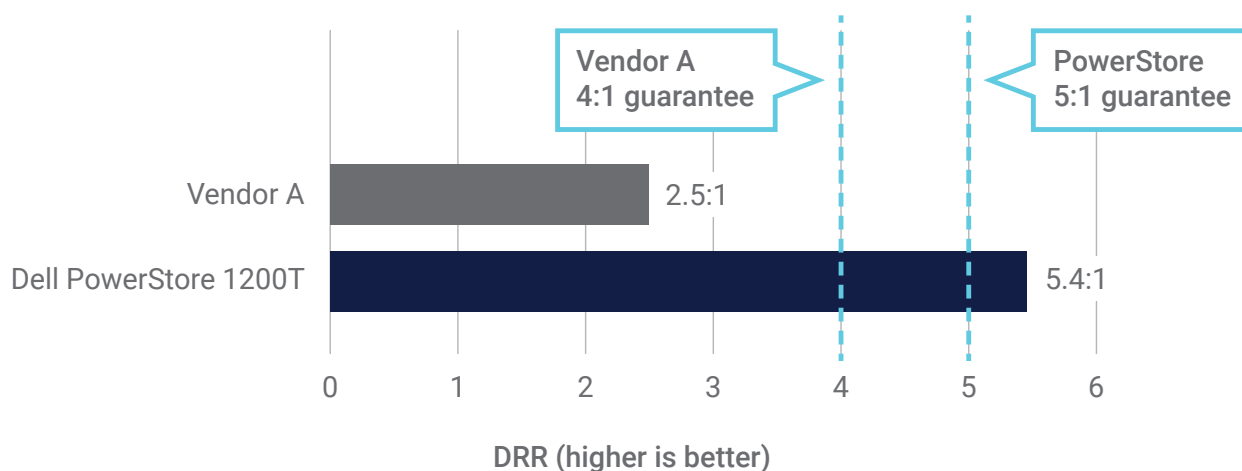

Bild 1 | Jämförelse av garanterade och uppmätta datareduktionsförhållanden
En lagringsplattformens användbara eller fysiska kapacitet representerar den mängd data som kan lagras direkt innan datareduktion tillämpas. Logisk kapacitet mäts efter att lagringsoperativsystemet (OS) tillämpar datakomprimering och deduplicering på reducerbara data. En DRR-garanti utlovar att lagringsplattformens logiska kapacitet blir X gånger större än dess användbara kapacitet med hjälp av datakomprimering och deduplicering. Den senaste PowerStoreOS-versionen innehåller en ny funktion som kallas smart komprimering. På PowerStore-plattformen som vi testade levererade det nya operativsystemet upp till 20 % högre datareduktion jämfört med den tidigare OS-versionen. Enligt våra tester gav den här förbättrade dataeffektiviteten ett DRR på 5,4:1 på den simulerade datauppsättningen (se bild 1), vilket stöder Dell Technologies uppdaterade DRR-garanti på 5:1.¹ Plattformen från leverantör A erbjuder en DRR-garanti på 4:1. Dess dataeffektivitet räckte dock inte till i våra tester, med en DRR på 2,5:1.² Se bilagan för information om testkonfigurationer och procedurer.